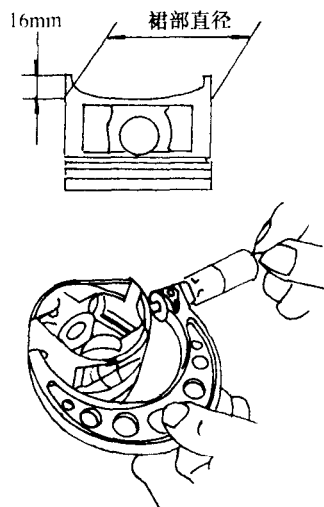

图 2—1—3 测量活塞直径
(1) 检查活塞有无变形或裂纹，并视情况更换。如果汽缸已经过珩磨修理，则必须更换加大尺寸的活塞。
(2) 测量活塞直径。如图 2—1—3 所示，在距活塞裙部底端 16mm 处，测量活塞直径。